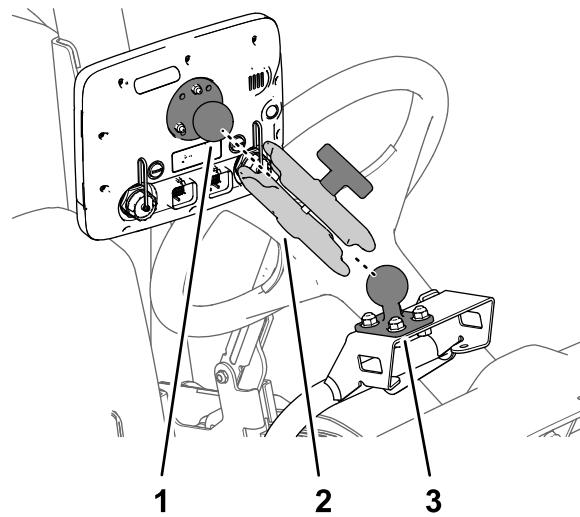

Figura 165
- Monte a união da rótula no monitor e a montagem da rótula na máquina no braço do monitor (Figura 165).
- Ajuste o monitor de forma a que seja visível a partir da posição do operador e aperte o manípulo do braço do monitor à mão (Figura 165).